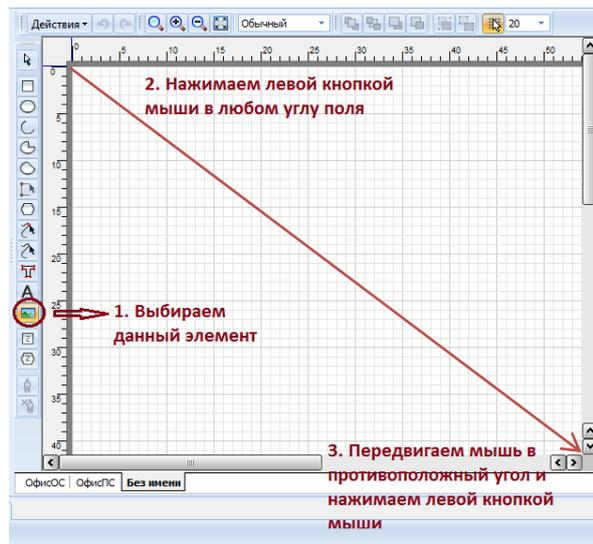

Рис. 35 Область на листе плана, в которую будет вставлена картинка
- на панели инструментов нажать кнопку  и с помощью мышки указать область на листе, в которую будет вписан рисунок (Рис. 35),